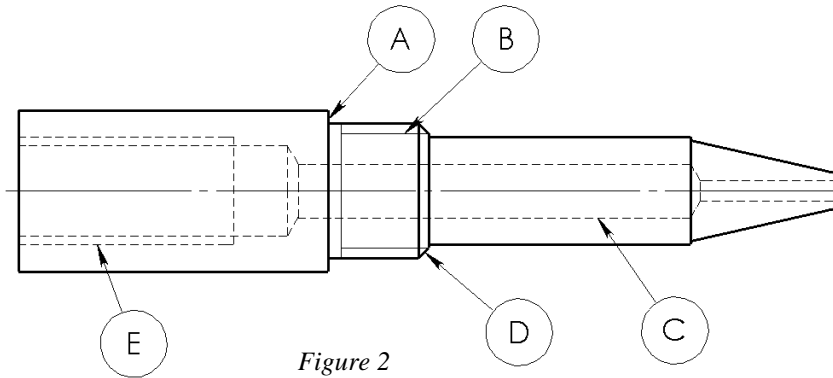

Figure 2
1.8- Relier chaque repère de la figure 2 au terme technique correspondant :